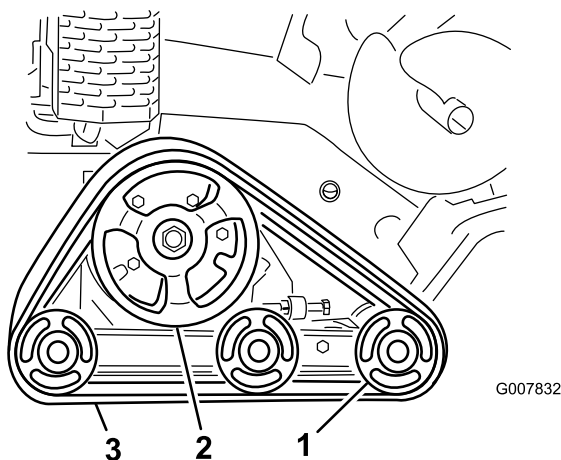

Figure 46
**Important:** Nettoyez soigneusement les galets de roulement et le pignon d'entraînement (**Figure 46**).